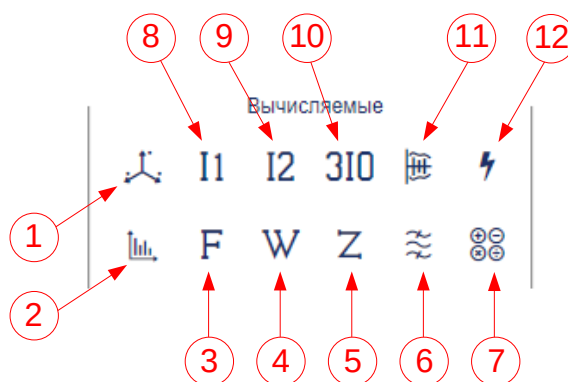
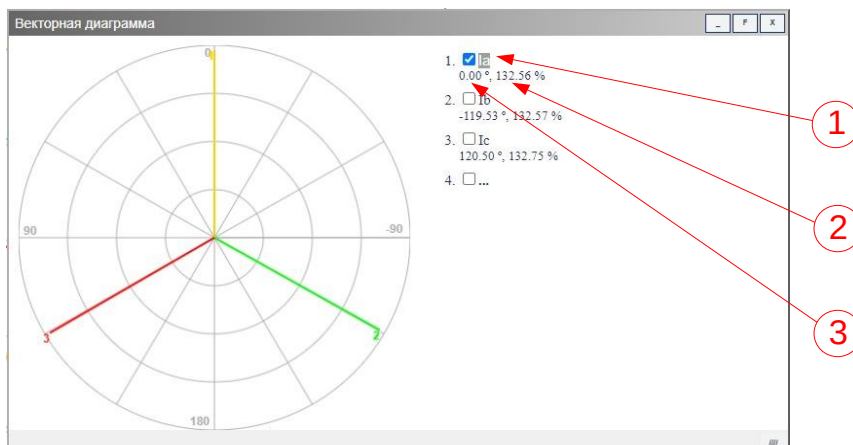
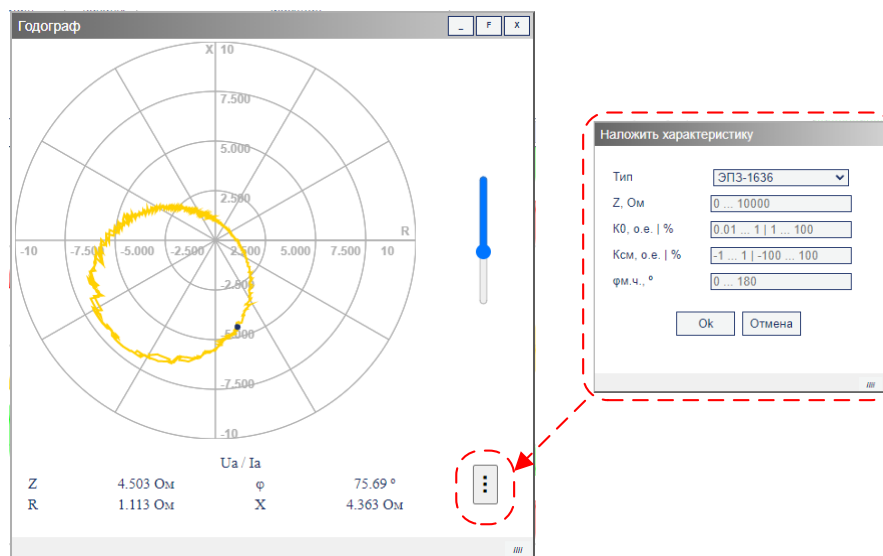
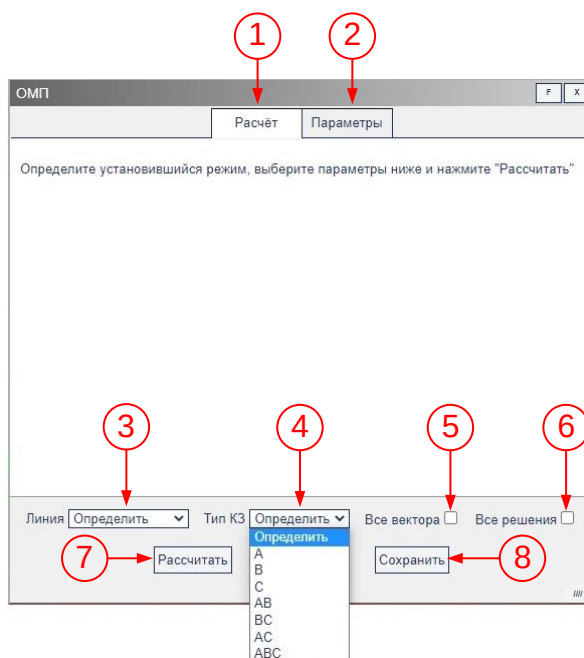

Рисунок 19 – Подменю «Вычисляемые»
Рисунок 20 – Окно векторной диаграммы
Рисунок 21 – Окно годографа
Рисунок 26 – Окно ОМП без параметров
3.5.7.1 Кнопка «Векторная диаграмма» (см. рис. 19, поз. 1) позволяет вывести в отдельном окне векторную диаграмму действующих значений аналоговых сигналов (рис. 20).
- название сигнала (см. рис. 20, поз. 1);
- действующее значение сигнала в соответствующих единицах измерения (см. рис. 20, поз. 2);
- угол вектора (см. рис. 20, поз. 3) текущего сигнала относительно вектора, отмеченного флажком, либо абсолютный фазовый угол (если установлен флажок «»).
Кнопка «Спектр» (см. рис. 19, поз. 2) позволяет построить спектральную диаграмму сигнала, для чего необходимо выделить нужный сигнал и нажать данную кнопку. Спектр строится для периода сигнала, на котором установлен курсор времени. При открытом окне со спектром можно перемещать вертикальный курсор в главном окне, при этом можно наблюдать соответствующее изменение спектра.
Кнопка «Частота» (см. рис. 19, поз. 3) позволяет вывести в главном окне график частоты для выбранного сигнала.
Кнопка «Мощность» (см. рис. 19, поз. 4) позволяет построить графики активной (P), реактивной (Q) и полной (S) мощности, для чего необходимо выбрать пару сигналов (ток и напряжение) и нажать кнопку «Мощность».
3.5.11.1 Кнопка «Годограф» (см. рис. 19, поз. 5) годограф¹ сопротивления (рис. 21).
(см. рис. 21). В качестве характеристик срабатывания возможно выбрать ЭПЗ-1636 или АПВ-503 (КРС-4).
3.5.12.1 Кнопка «*Выбор гармоник*» (см. рис. 19, поз. 6) используется для вывода графика суммы выбранных гармонических составляющих (гармоник) выбранного аналогового сигнала.
3.5.13.1 Кнопка «*Калькулятор*» (см. рис. 19, поз. 7) открывает окно функции «*Калькулятор*». Результат выводится в виде графика нового сигнала.
Кнопки «Прямая последовательность» (см. рис. 19, поз. 8), «Обратная последовательность» (см. рис. 19, поз. 9) и «Нулевая последовательность» (см. рис. 19, поз. 10) позволяют построить графики прямой, обратной и нулевой последовательностей выбранных векторов (токов или напряжений). Необходимо выбрать три сигнала, образующих симметричную трёхфазную систему.
3.4.15.1 Кнопка «Огибающая» (см. рис. 19, поз. 11) для вывода огибающей кривой необходимо выделить нужный сигнал и нажать кнопку «Огибающая». Кривая строится по положительным максимумам каждого периода гармонического сигнала.
3.5.16.1 При нажатии на кнопку «Расчет ОМП» (см. рис. 19, поз. 12) появляется окно, с помощью которого можно рассчитать ОМП, загрузить конфигурацию ОМП из файла, проверить конфигурацию ОМП, записать в файл конфигурацию ОМП, а также редактировать параметры ОМП, в т.ч. создавать с нуля (рис. 26).
3.5.17.1 В случае неудовлетворительного результата расчета, во вкладке «*Расчет*» в поле «*Линия*» (см. рис. 26, поз. 3) выбрать конкретную линию для расчета (исходно линию расчета выбирать не нужно). По умолчанию в поле «*Линия*» установлен параметр «*Определить*», и Программа автоматически определяет линию для расчета ОМП.
3.5.17.2 В случае неудовлетворительного результата расчета, в поле «*Тип КЗ*» (см. рис. 26, поз. 4) указать тип КЗ для расчета (исходно тип КЗ выбирать не нужно). По умолчанию в поле «*Тип КЗ*» установлен параметр «*Определить*», и Программа автоматически определяет тип КЗ для расчета ОМП.
3.5.17.3 Если выбран параметр «*Все вектора*» (см. рис. 26, поз. 5), то при расчете ОМП будут выведены все вектора для всех линий.
3.5.17.4 Если выбран параметр «*Все решения*» (см. рис. 26, поз. 6), то при расчете ОМП будут выведены все возможные решения для заданной конфигурации.
3.5.17.5 Для расчета ОМП нажать кнопку «*Рассчитать*» (см. рис. 26, поз. 7).
3.5.17.7 Рассчитанные параметры ОМП можно сохранить в текстовый файл с помощью кнопки «*Сохранить*» (см. рис. 26, поз. 8).
3.5.17.8 Для расчета ОМП по заданным параметрам необходимо перейти во вкладку «*Параметры*» (см. рис. 26, поз. 2).